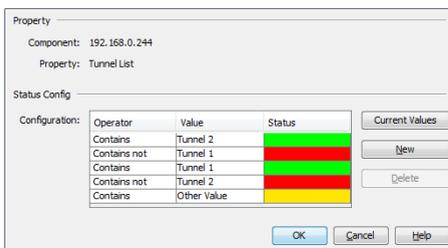

Figura 32: Configuración de estado para túneles HiProvision
- Introduzca los valores tal y como se muestra en \(ver la figura 32\).